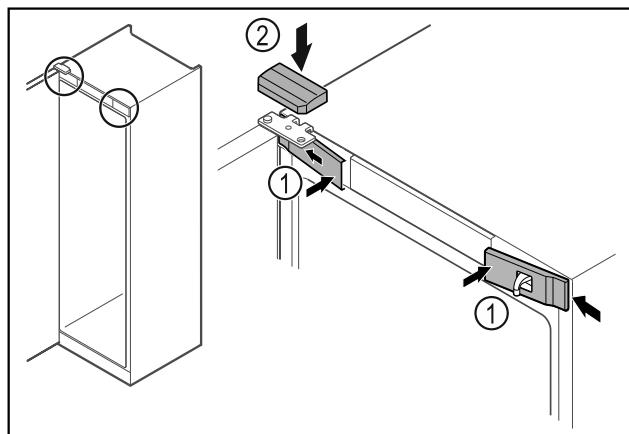

Fig. 46
- ▶ Bočno zakvačite prednje poklopce Fig. 46 (1) i uglavite ih.
- ▶ Uglavite gornji poklopac Fig. 46 (2) odozgo.